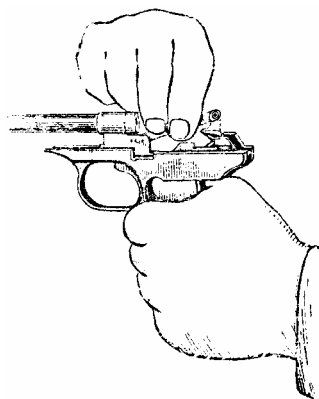

Рис.21. Отделение спусковой тяги с рычагом взвода от рамки.
6. Отделить спусковую тягу с рычагом взвода от рамки. Удерживая рамку в левой руке, правой приподнять задний конец спусковой тяги (рис.21) и вывести ее цапфу из отверстия спускового крючка.